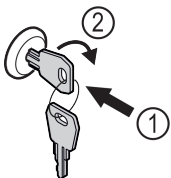

Fig. 103
- ▶ Zatlačte kľúč Fig. 103 (1).
- ▶ Otočte kľúč o 90° v smere hodinových ručičiek Fig. 103 (2).